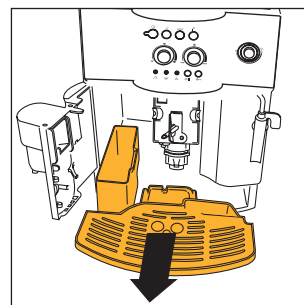

Fig. 16
NOTA 7: A máquina conta o número de cafés tirados. A cada 14 cafés normais (ou 7 duplos), a luz piloto 🔦 acende-se fixamente (cap. 12 ponto 3), indicando que o recipiente de borras está cheio de pastilhas e que é, assim, necessário esvaziá-lo e limpá-lo. Enquanto não limpar a gaveta de borras, a luz manter-se-á acesa e a máquina não poderá fazer o café. Para efectuar a limpeza, abra a porta de serviço situada na parte frontal, puxando o bocal (fig. 15); a luz 🔦 intermitente acender-se-á (consulte o par. 12, ponto 9); retire depois a pingadeira (fig. 16), esvazie-a e limpe-a. Esvazie e limpe cuidadosamente a gaveta de borras, tendo o cuidado de remover todos os resíduos que possam estar depositados no fundo. Seque também as eventuais gotas de condensação que estejam depositadas no interior da máquina sob a pingadeira. **IMPORTANTE: Sempre que retirar a pingadeira, é OBRIGATÓRIO esvaziar o recipiente de borras de café, ainda que este esteja pouco cheio. Se esta operação não for efectuada pode acontecer que, quando tirar os cafés seguintes, o recipiente de borras se encha mais do que o previsto e que a máquina fique obstruída com pastilhas saturadas.**
- Retire a pingadeira e o recipiente de borras (fig. 16) e lave-os;